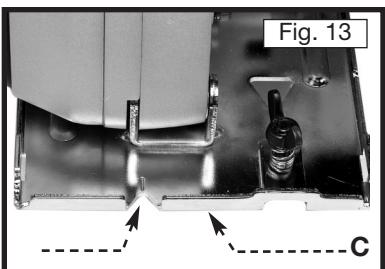

Fig. 13
Une encoche de visée de forme triangulaire (A) Fig. 13 se situe à l'avant de la semelle (C) Fig. 13 pour faciliter le sciage à main levée. Alignez l'encoche de visée sur le trait de scie tracé sur la pièce puis sciez.